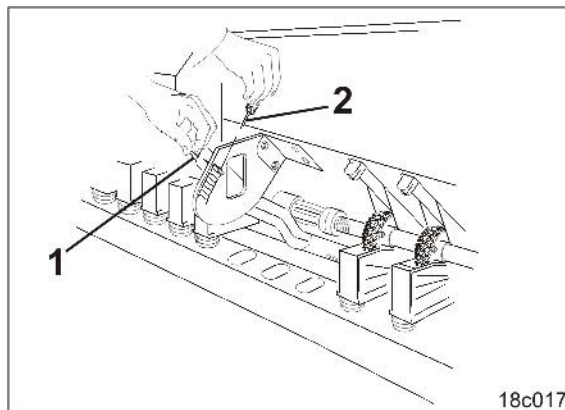

図 112
1. 床フラップ用レバー (図 112/1) を 8 の位置に切り替えます。
2. 床フラップ用レバーをリンチピン (図 112/2) で固定します。